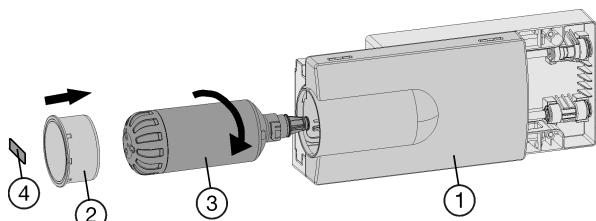

Fig. 49
- ▶ Mettre en place le filtre à eau Fig. 49 (3) à eau puis le tourner d'env. 100° vers la droite jusqu'à la butée.
- ▶ Insérer le tiroir Fig. 49 (1).
- ▶ Poser le couvercle du filtre Fig. 49 (2).
- ▶ Inscrire la date du dernier remplacement sur l'autocollant Fig. 49 (4) fourni puis le coller sur le module.